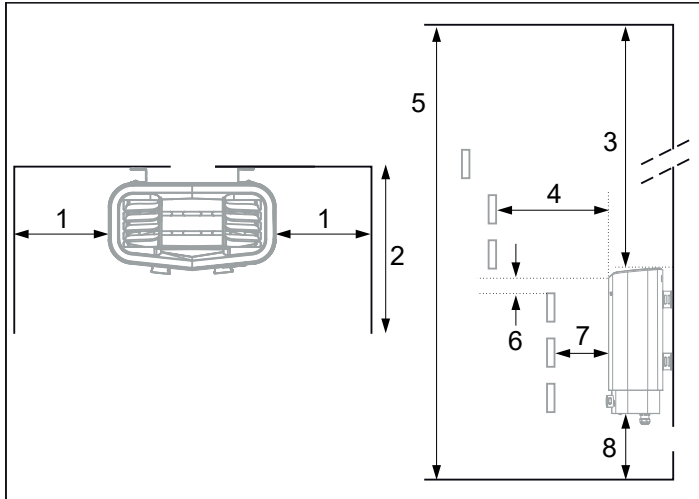

Abbildung 3: Positionierung der Heizung - Nischeninstallation
- an derselben Wand wie die Tür (in Ausnahmefällen ist eine Installation an der Seitenwand möglich, sofern der Abstand zu der Wand mit der Tür sehr klein ist). Die Heizung kann auch in einer Nische installiert werden (siehe Abbildung 3).
Positionieren Sie die Heizung in sicherem Abstand zum Boden, zu den Seitenwänden und zu Innenrauminstallationen (siehe Abbildung 3).